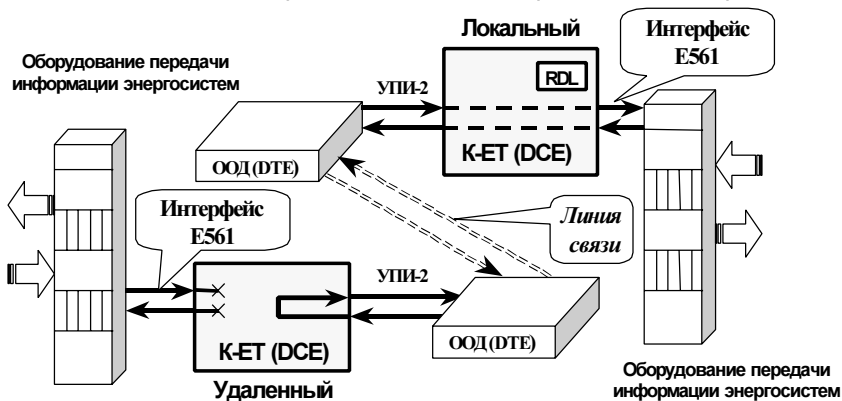

Рис. 10 Проверка *Удаленный шлейф (RDL)* для АКД (DCE)
Принцип проверки *Удаленный шлейф (RDL)* для одного направления приведен на Рис. 10. Для организации проверки
канала передачи данных в режиме *Удаленный шлейф (RDL)* с помощью устройства подключенного к интерфейсу E561 необходимо подключить конвертеры и установить необходимый режим преобразования, а микропереключатели *S1.8, S2.8* должны находиться в положении **Off**. Затем на одном конвертере, назовем этот конвертер **ЛОКАЛЬНЫМ**, необходимо установить тумблер **RDL-o-LL** в положение **RDL**. На другом конвертере, см. Рис. 10, назовём его **УДАЛЕННЫМ**, тумблеры должны находиться в среднем положении (рабочий режим).
1. **ЛОКАЛЬНЫЙ** конвертер устанавливает активное состояние выходных цепи *DCD* УПИ-2, зажигает индикатор **CD**, затем посылает удаленному конвертеру управляющую кодовую последовательность для перевода **УДАЛЕННОГО** конвертера в режим заворота данных через УПИ-2 см. Рис. 10.